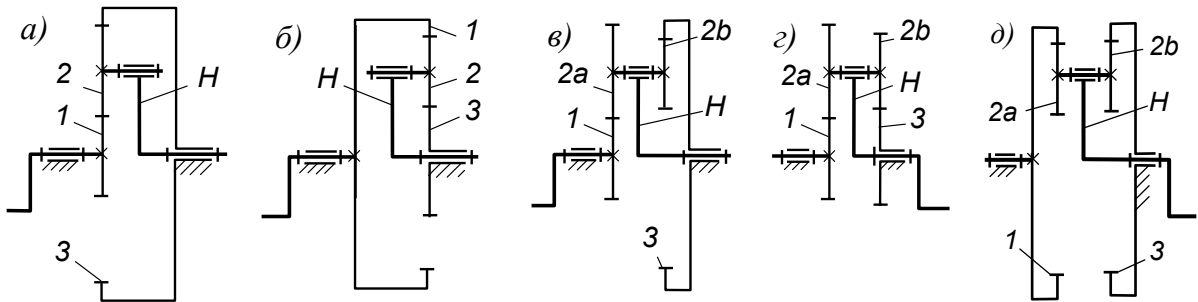

Рис. 3. Планетарные передачи
рис. 3, а, б. Колесо с подвижной осью – колесо 2 – называется сателлитом. Звено  $H$ , несущее сателлит, называется водилом. Звенья 1, 3,  $H$  относятся к центральным.
На рис. 3, в, г, д показаны более сложные планетарные передачи. Сателлит в них состоит из двух зубчатых колёс  $2a$ ,  $2b$  и называется двухвенцовым.
4. Схему второго предложенного механизма – планетарной передачи. Схему возьмите с рис. 3 или с наклейки на самой передаче, если таковая есть. На наклейке указаны числа зубьев всех колес. Проставьте эти числа на схеме. При отсутствии наклейки пересчитайте числа зубьев сами.
5. Схему планетарного механизма после перестановки его на водило. По формуле (2) определите передаточное отношение  $u_{1n}^{(H)}$ . По формуле (3) определите  $u_{1,n}$ . Если вам достался механизм с быстроходным водилом (рис. 3, з, д), то требуемое передаточное отношение  $u_{n,1}$  найдёте по формуле  $u_{n,1} = 1/u_{1,n}$ .